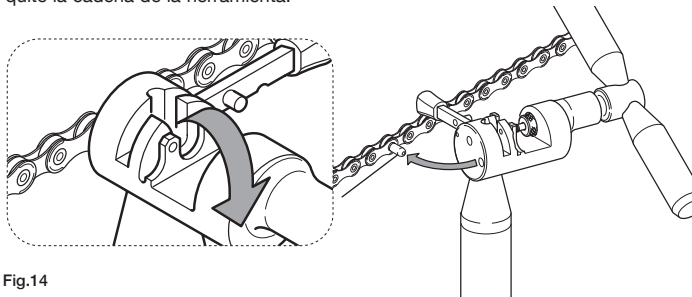

Fig.14
- Introducir la parte de guía saliente en el orificio correspondiente en la base de la herramienta y romperla con una flexión (Fig. 14).